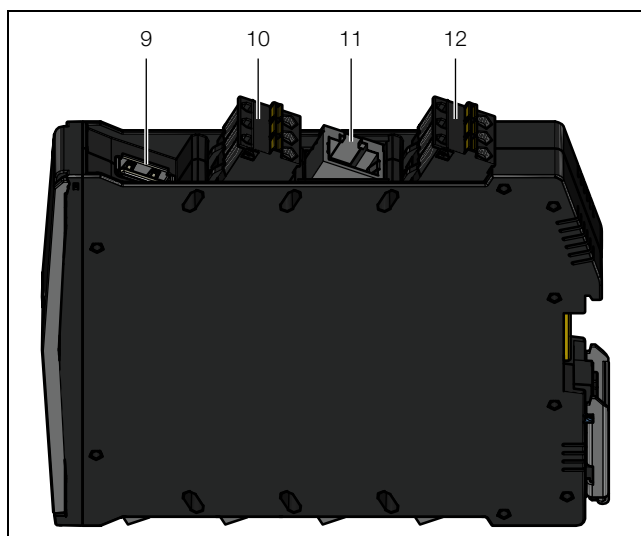

Рис. 5: Подключение сверху на IoT-интерфейсе
- Для этого подключите выход 24 В (прямое подключение) блока питания (DK 7030.060) к соответствующему подключению IoT-интерфейса (рис. 5, поз. 12).
- Подключите внешний сенсор температуры 3124.400 к соответствующему разъему IoT-интерфейса (рис. 5, поз. 10).
- Соедините Ethernet-интерфейс (рис. 5, поз. 11) с помощью сетевого кабеля со штекерами RJ 45 с имеющейся структурой локальной сети.